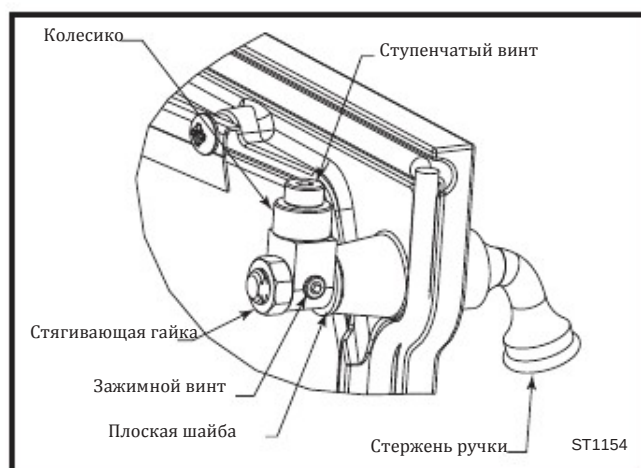

Рис. 44 Для регулировки зажима поверните щеколду и/или открутите плоскую шайбу
1. Открутите стягивающую гайку при помощи ключа 9/16" (рис. 44)
- Проверьте камеру сгорания на засорение. Это необходимо делать вместе с ежегодной чисткой дымохода. Проверяйте канал за камерой сгорания (при помощи зеркала). При помощи пылесоса (с гибким шлангом) удалите весь накопившийся пепел (Рис. 44).